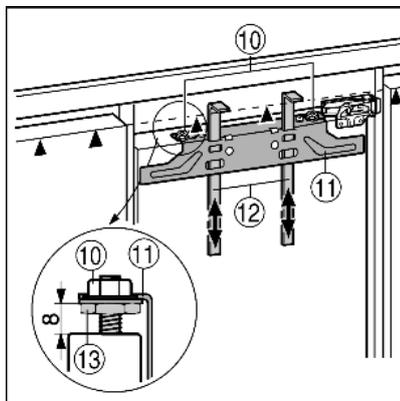

Fig. 14
- ▶ Spingere gli attrezzi di montaggio Fig. 14 (12) verso l'alto, all'altezza dell'anta del mobile. Bordo inferiore di battuta ▲ dell'attrezzo di montaggio = Bordo superiore dell'anta da montare.
- ▶ Allentare la traversa di fissaggio Fig. 14 (11) svitando i controdadi Fig. 14 (10).